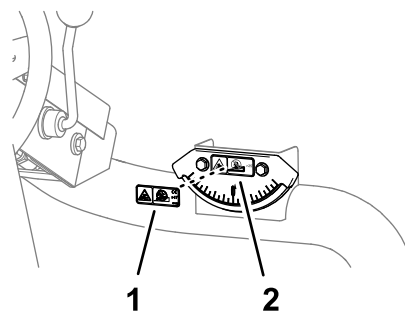

Figure 39
1. Essuyez soigneusement l'autocollant de basculement sur l'indicateur de pente avec un chiffon imbibé d'alcool, et laissez-le sécher (Figure 39).
2. Retirez la pellicule protectrice au dos de l'autocollant de danger de basculement CE et appliquez-le sur l'indicateur de pente (Figure 39).